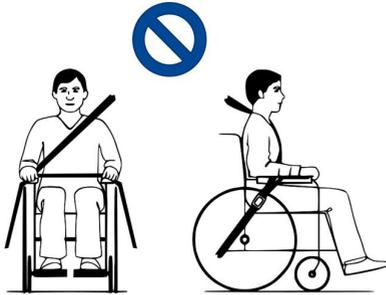

Figura 3
6. Asegurarse de que los cinturones no estén torcidos ni lejos del cuerpo como se muestra en la figura 3.